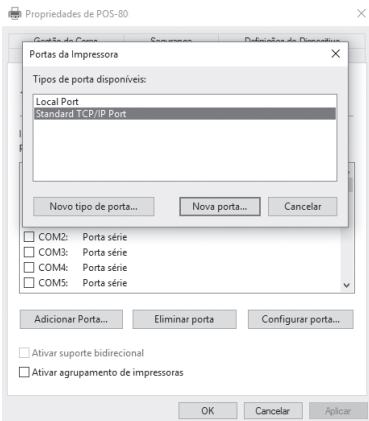

Figura 21
**4.3.2** Selecione “TCP/IP” e, em seguida, “Nova porta”. (Ver Figura 21).